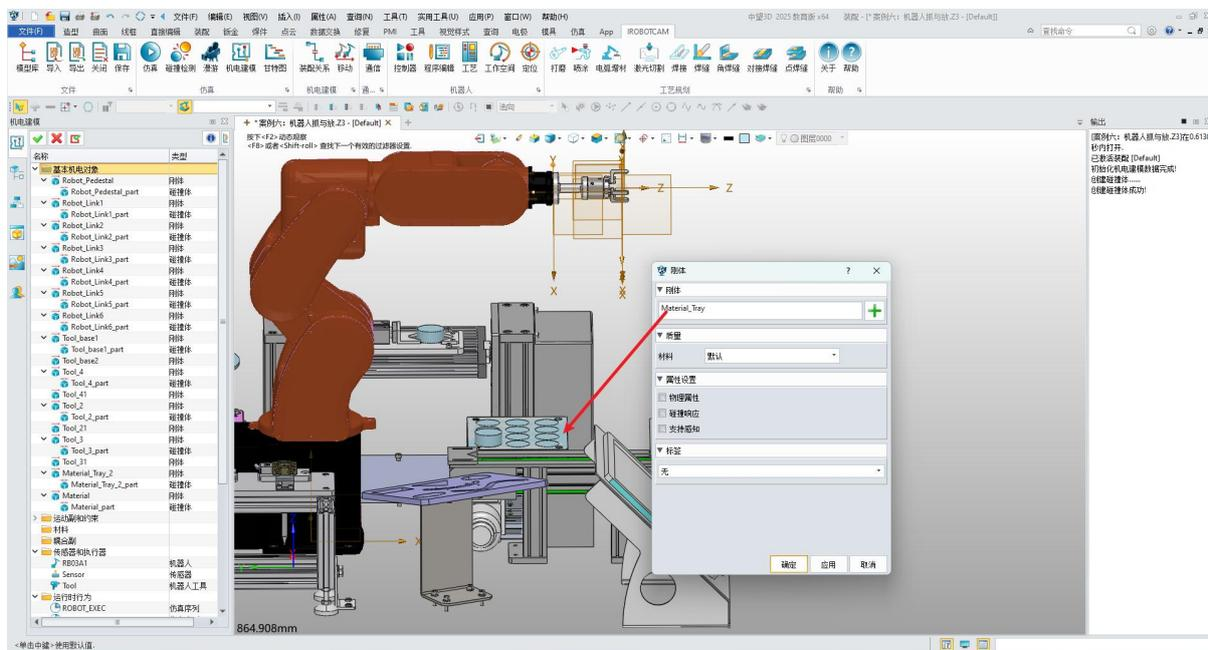

图 10-20: 添加物料支撑台刚体
- 给物料支撑台“Material_Tray”添加刚体：（图 10-20）